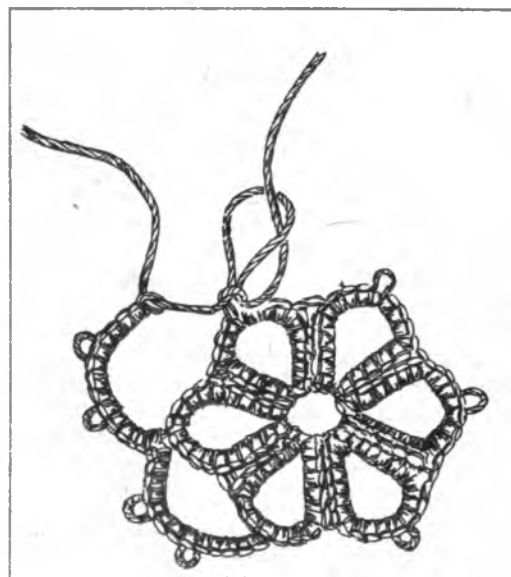

Рис. 21. Готовый узор (упражнение № 4)
**Упражнение 4.** Одним челноком сплетите шестилистник (рис.21) способом, описанным в упражнении 3. Теперь возьмите два челнока. Нить одного челнока проденьте в свободное пико от одного из колец сплетенного цветка и свяжите с нитью от второго челнока. Двумя челноками плетите дугу (4 узла, пико, 2 узла, пико, 4 узла), сцепляя в конце дугу с пико следующего кольца. Когда работа будет закончена, концы нитей надо с помощью иглы спрятать в плетении и обрезать.